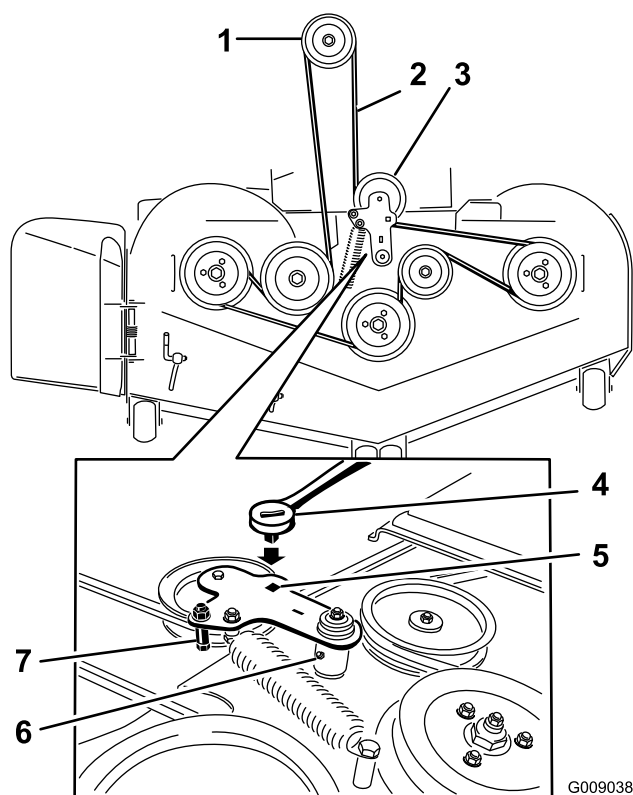

Figure 58
5. Insérez un rochet dans le trou carré du bras de renvoi pour détendre le ressort de la poulie de tension (Figure 58).
7. Enlevez le guide de courroie situé sur le bras de renvoi rappelé par ressort ; voir Figure 58.
9. Acheminez la courroie neuve autour des poulies du plateau de coupe et de la poulie d'embrayage, sous le moteur (Figure 58).
10. Montez le guide de courroie sur le bras de renvoi ; voir Figure 58.
11. Insérez le rochet dans le trou carré et montez le ressort de la poulie de tension (Figure 58).